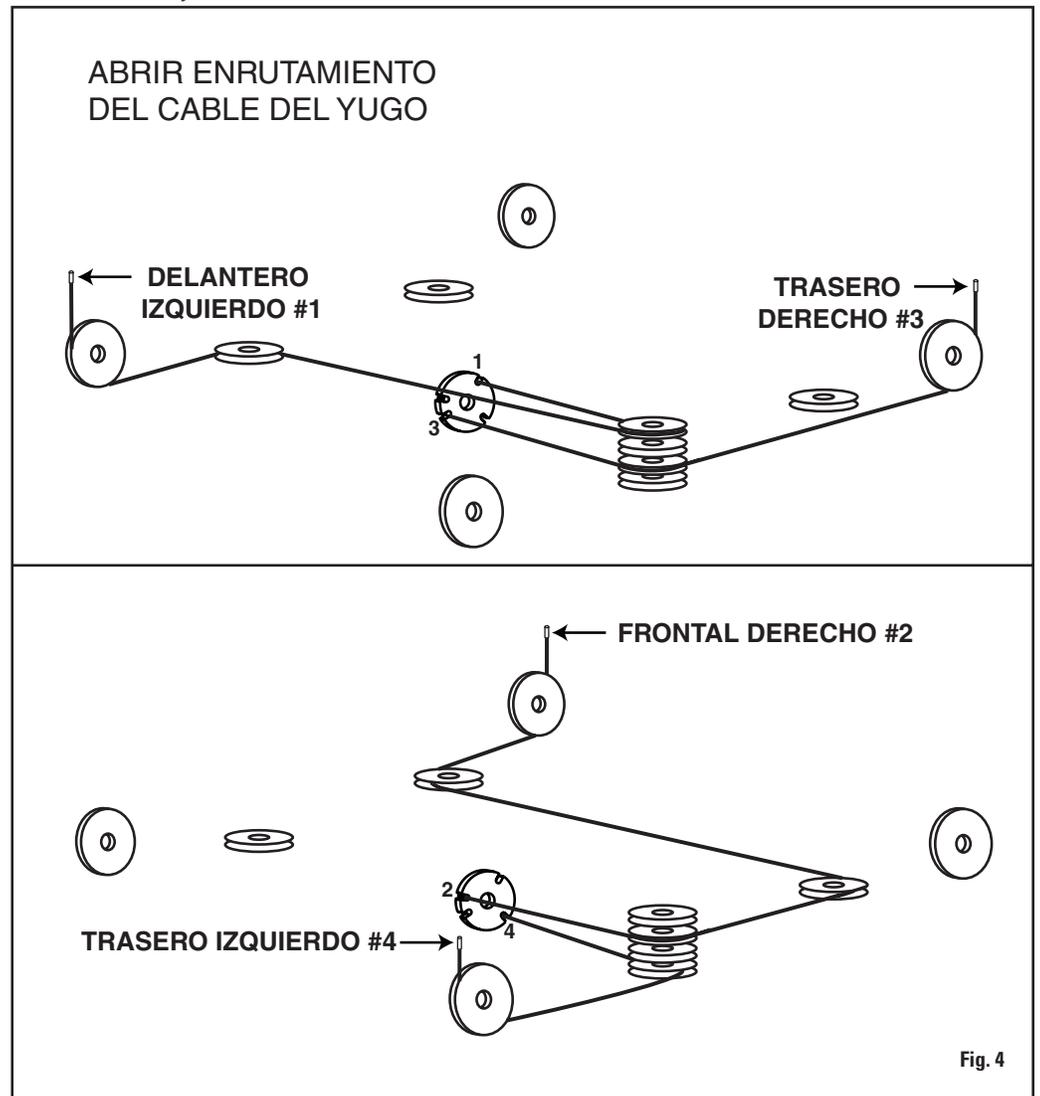
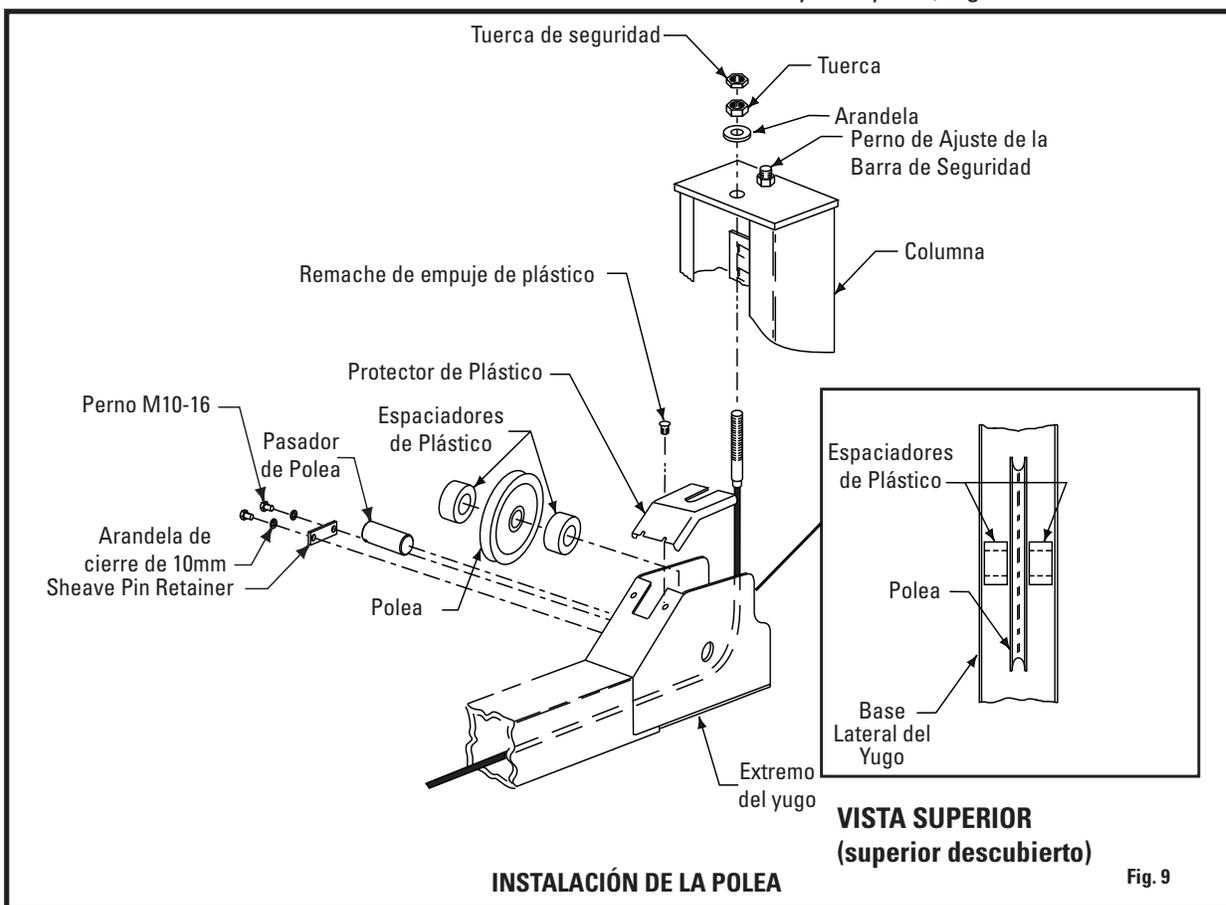
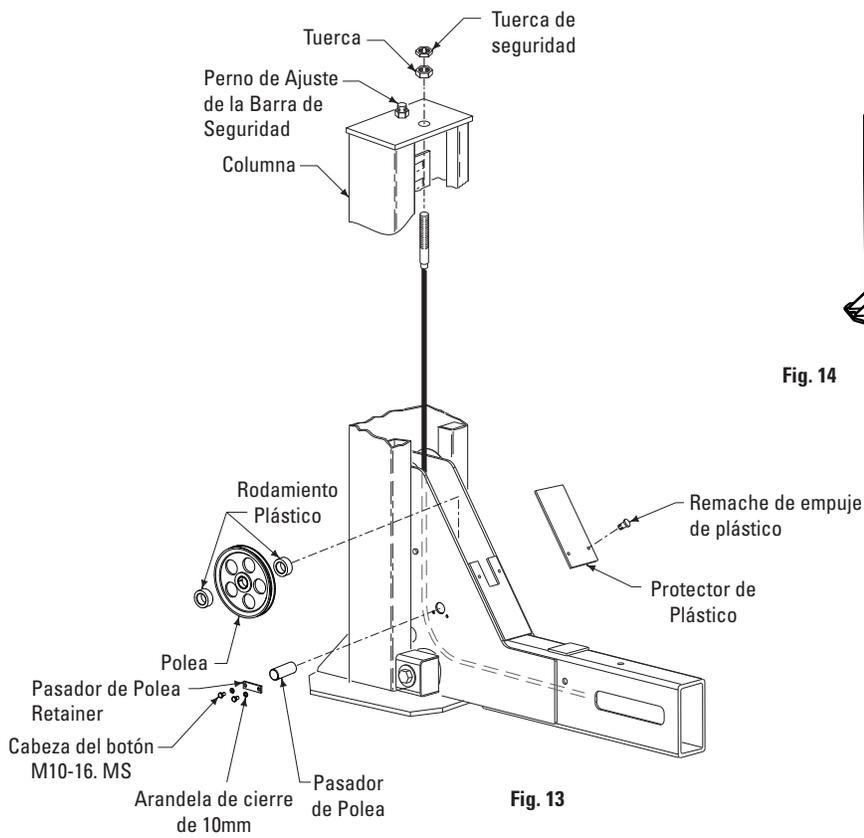

Fig. 4
Fig. 9
Fig. 13
- C. Instale las poleas en el extremo del yugo trasero y los separadores de plástico, Fig. 9. Un separador de plástico se coloca en cada lado de la polea, vea el recuadro, Fig. 9. Retenga el pasador de la polea con 2 pernos M10-16 y el sujetador con pasador de la polea.
- F. **IMPORTANTE** Asegúrese de que el cable esté aislado en la ranura de la polea. Fije cada cable a la placa superior de la columna con arandelas, tuercas y contratuercas, Fig. 9. Instale el protector de la polea de plástico en cada extremo. El diagrama de colocación del cable muestra una vista completa del cable, Fig. 4.
10. **Instalación de la polea delantera:** Instale las poleas del extremo del yugo y los cojinetes de plástico. Un cojinete de plástico se coloca entre cada lado de la polea y los espaciadores de la polea, Fig. 13, también vea el recuadro en la Fig. 9. Retenga el pasador de la polea con 2 pernos M10-16 y un sujetador del pasador de la polea. Asegúrese de que el cable esté ubicado en la ranura de la polea.
11. **Instalación del cable:** Fije cada cable a la placa superior de la columna con tuercas, contratuercas y arandelas, Fig. 13. Instale el protector de la polea de plástico en cada extremo del yugo.